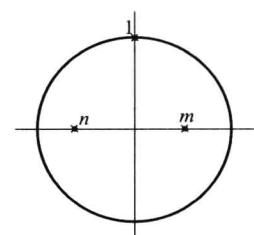
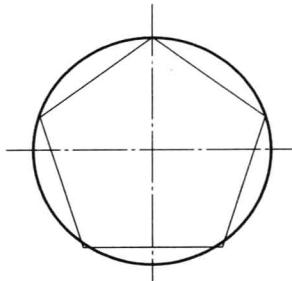

图 1-4 找出 1, m, n 点
图 1-6 连接 1, 2, 3, 4, 5 点得到正五边形
- ④ 画内接正五边形。其中 1 点为圆最上象限点，m 点为圆心与最右象限点之间的中点。目测  $1m$  等于  $mn$  的距离，找到 n 点。其中目测  $12, 23$  等于  $1n$  的距离，找到 2, 3 点；并找到与 2, 3 点对称的 5, 4 点，如图 1-4~图 1-6 所示。